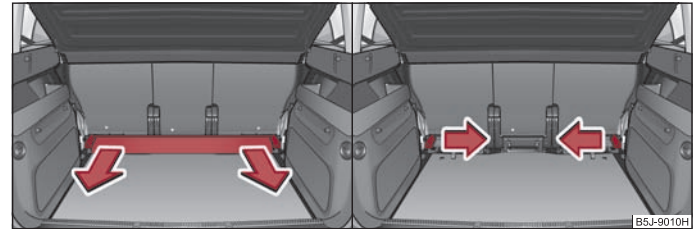

Fig. 64 Portbagajul: Scoaterea șinei transversale / Scoaterea penelor de fixare
- Apucați șina transversală ⇒ fig. 64 și scoateți-o trăgând în sensul indicat de săgeată.
- Apucați pana de fixare ⇒ fig. 64 dreapta și scoateți-o trăgând în sensul indicat de săgeată. La demontarea penei de fixare de pe partea cealaltă a portbagajului, procedați în mod asemănător.